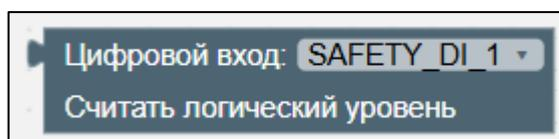

Рисунок II-32 – Блок «Цифровой вход. Считать логический уровень»
5. Блок «Цифровой вход. Считать логический уровень» (см. Рисунок II-32).